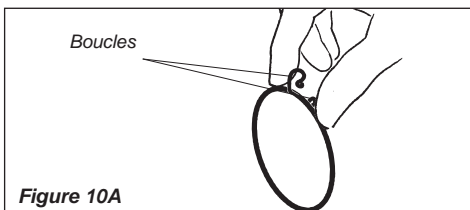

Figure 10A
4. Installer étrangler le porte-câble juste avant du 102 mm le serre-joint, pinçant des boucles ensemble pour ajuste par-dessus la fin de tube flexible. Voir des Figures 10A et 10B.